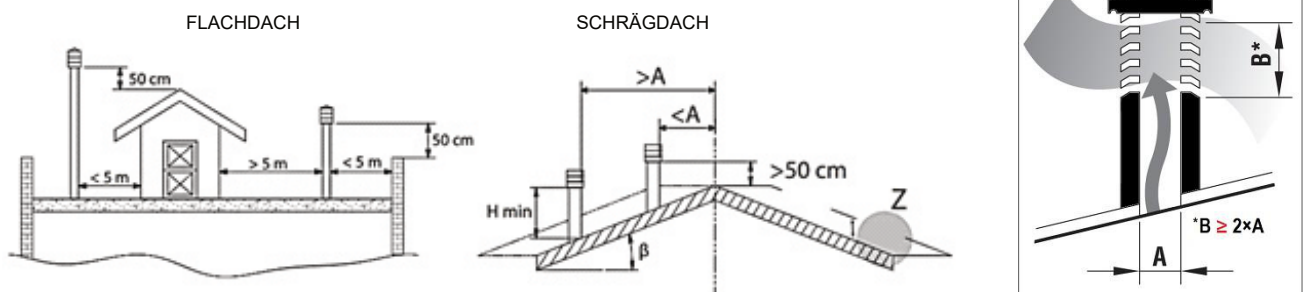

Bild 2
- der nützliche **Querschnitt am Ausgang nicht kleiner als der zweifache innere Querschnitt des Schornsteins**, – siehe $B \geq 2 \times A$ auf dem Bild 2 rechts,
- eingesetzt so, dass **eine angemessene Zerstäubung und ein Verdünnen der Verbrennungsprodukte außerhalb der Refluxzone (Rückfluss) möglich gemacht wird**, weil in ihr ein Gegendruck erzeugt wird. Deswegen muss man die Einschränkungen befolgen, welche auf dem Bild 2 angegeben sind,